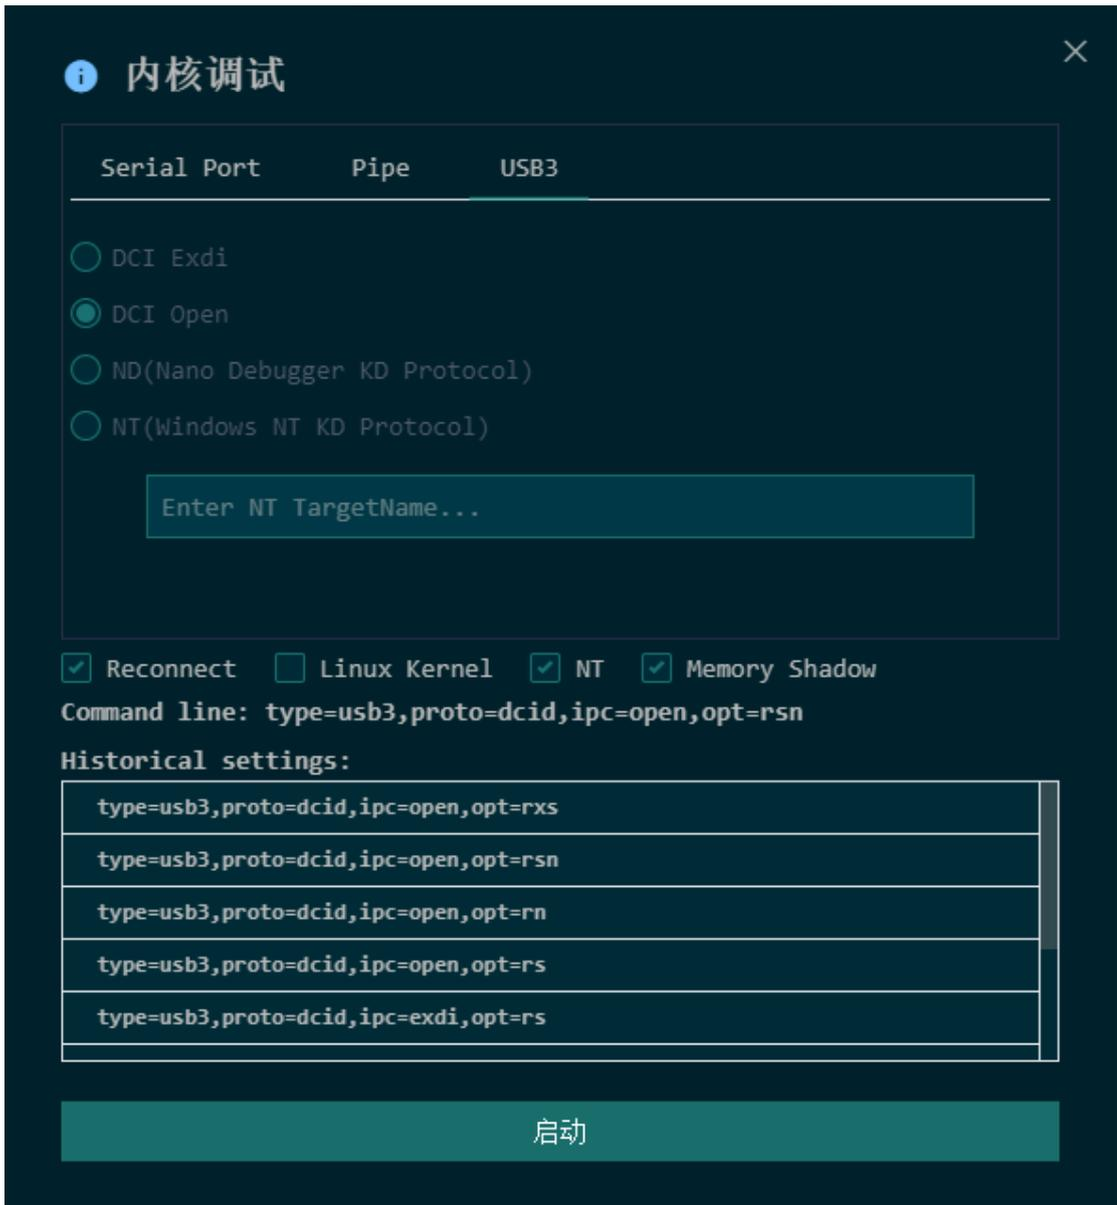

图 5.4 Windows 内核调试时应选择的选项
1. 重启 (仅第一次需要), 并打开 Nano Code 并登录=>打开 Nano 调试并点击左侧栏中的 [糖果] (鼠标放上去会提示 Nano Debugger) =>点击 [内核调试] =》点击 [USB3] =>点击[DCI Open] =>点击 [Reconnect] 、 [NT] 、 [Memory Shadow] =>点击[启动] ; Windows 内核调试时应选择的选项详见图 5.4。